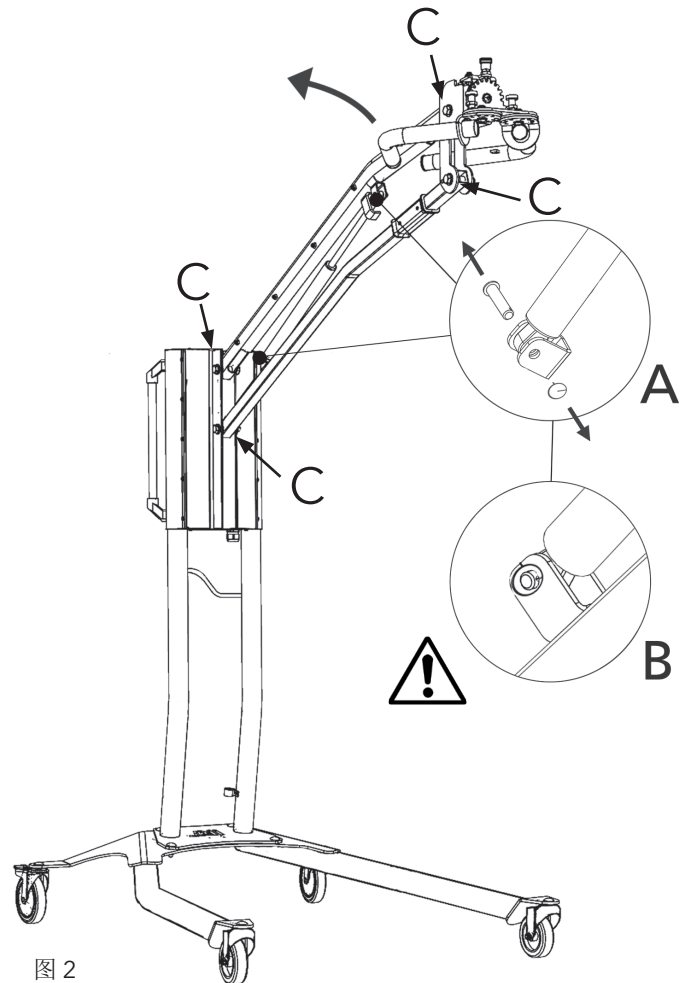

图 2
如果移动支臂并未停在最高或最低位置，而是自动稍有垂下或上举，请拧紧图2中字母“C”所示的4颗螺母。如果支臂依然未停下或者变得涩重难以调整，则须更换气压弹簧。
2. 将平行臂置于远端最直立的位置。(图2)
4. 取下锁环与两个固定销。将气压弹簧稍微向上/向前移动并将其取下。(图2)